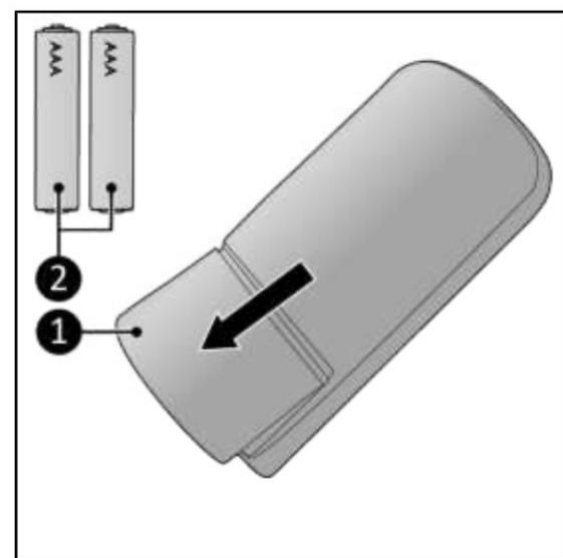

Figura 38
1. Scoateți capacul bateriei (Figura 38, articolul 1).
2. Introduceți două baterii (AAA 1,5 V) (Figura 38, poz. 2) conform marcajelor din compartimentul bateriei. Asigurați-vă că introduceți bateriile corect.